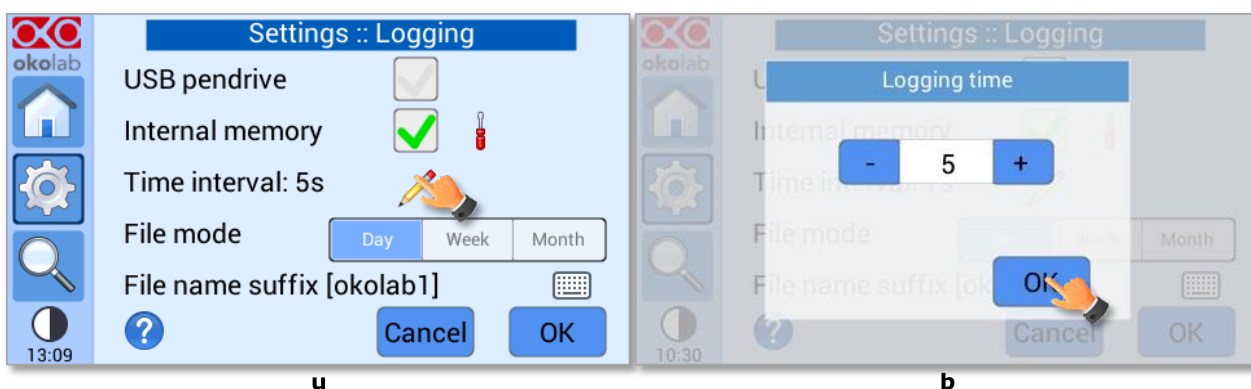
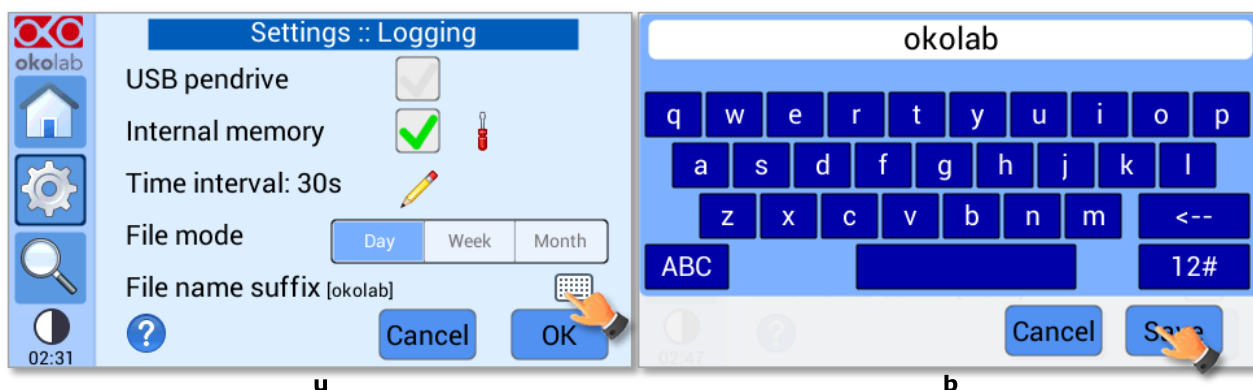
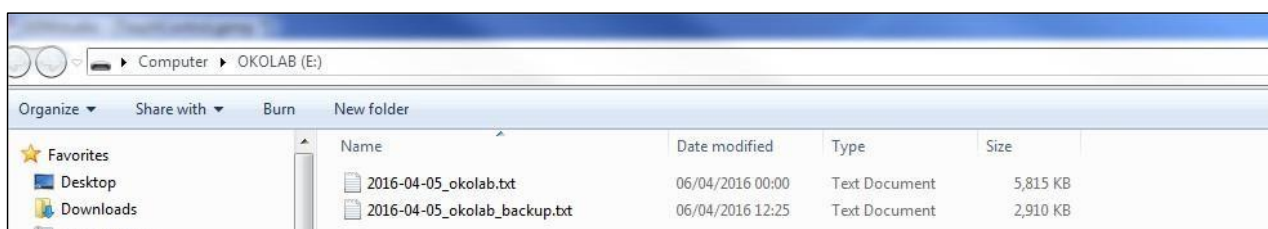

Figura 52. Come impostare l'ora di registrazione
Figura 53. Registrazione dei dati. Come definire il suffisso per i file scaricati
Figura 54. File scaricati sulla pen drive
- 2 Premere sull'icona  per inserire l'ora di registrazione, vedere la Figura 52. È possibile modificare questo tempo nell'intervallo da 1 a 60 secondi.
- 3 Scegliere la modalità di suddivisione dei dati una volta scaricati, premendo su *Giorno*, *Settimana* o *Mese*, vedere la Figura 52 (a).
- 4 Scrivere il suffisso del nome del file da riportare nei file scaricati premendo sull'icona della tastiera  vedere Figura 53(a). Quindi premere su *Salvare*, vedere Figura 53(b).
Suggerimento ► Con le selezioni effettuate nella Figura 52 e nella Figura 53, i dati verranno scaricati nell'unità USB come mostrato nella Figura 54.